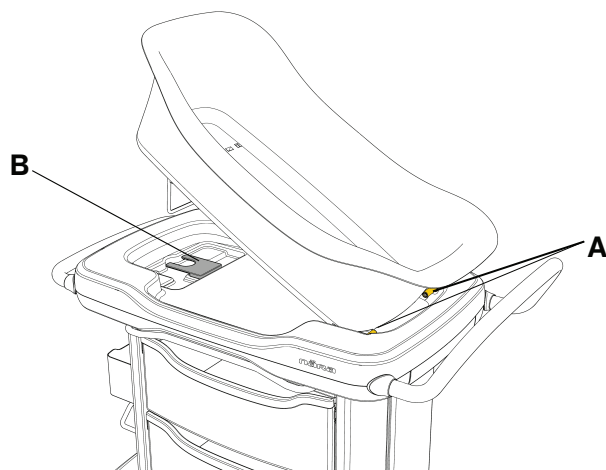

Figura 2 – Acople y fije la cesta sobre el armario de base
1. Inclina la cesta para alinear las muescas del fondo de la cesta con los dos pivotes de retención del armario de base (A) (Figura 2).
3. Deslice la barra de inclinación debajo del soporte metálico hasta que la barra quede fijada (B) (Figura 2).